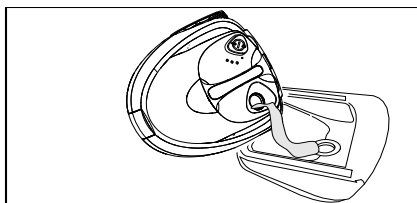

Figure 9
- ➔ Vider l'eau. Pour ce faire, faire basculer l'appareil sur le coin et utiliser l'entonnoir (voir Figure 9).